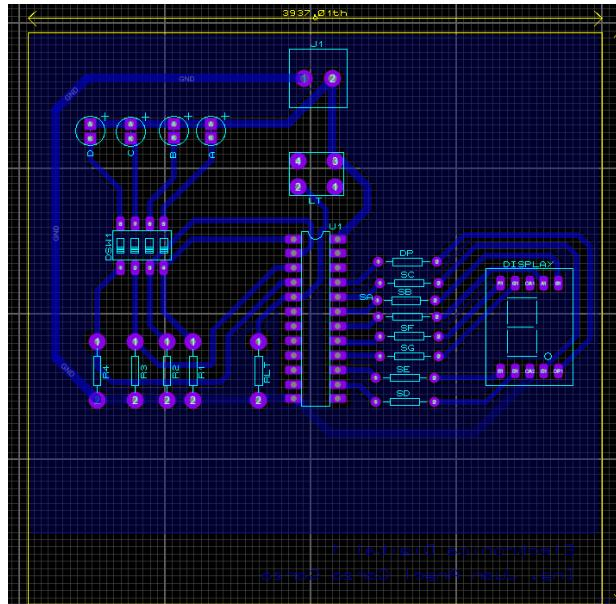

Figura 2: Imagen del Layout del circuito impreso en PROTEUS
- h) Elabore el diseño del PCB como se muestra en la figura 2.